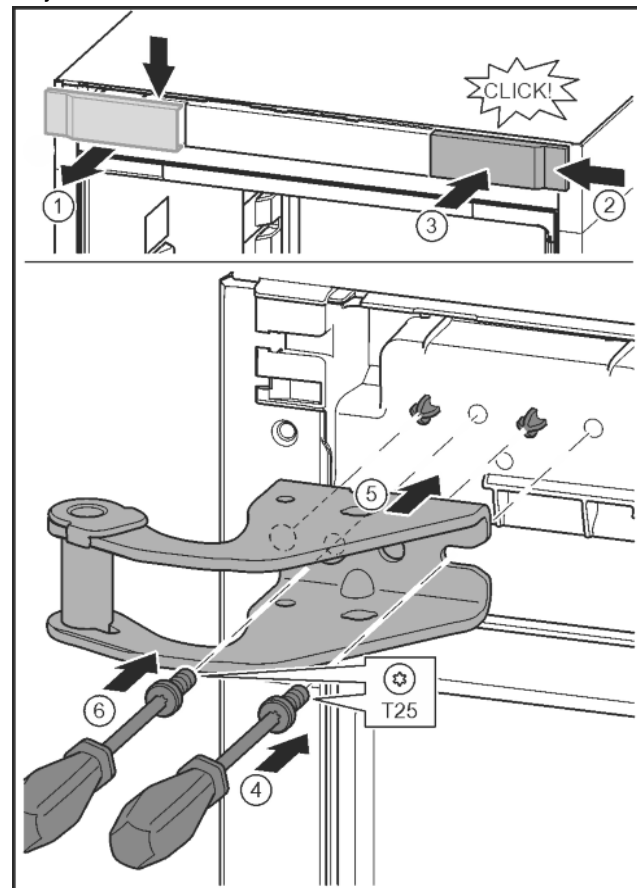

Fig. 15
- ▶ Kryt uvolněte a sejměte do strany. Fig. 15 (1)
- ▶ Kryt otočený o 180° zavěste na druhé straně zprava. Fig. 15 (2)
- ▶ Zaklapněte kryt. Fig. 15 (3)
- ▶ Šroubovákem T25 nasadte šrouby. Fig. 15 (4)
- ▶ Nasadte horní stojan ložiska. Fig. 15 (5)
- ▶ Utáhněte šroub. Fig. 15 (4)
- ▶ Šroubovákem T25 vložte šroub a utáhněte. Fig. 15 (6)